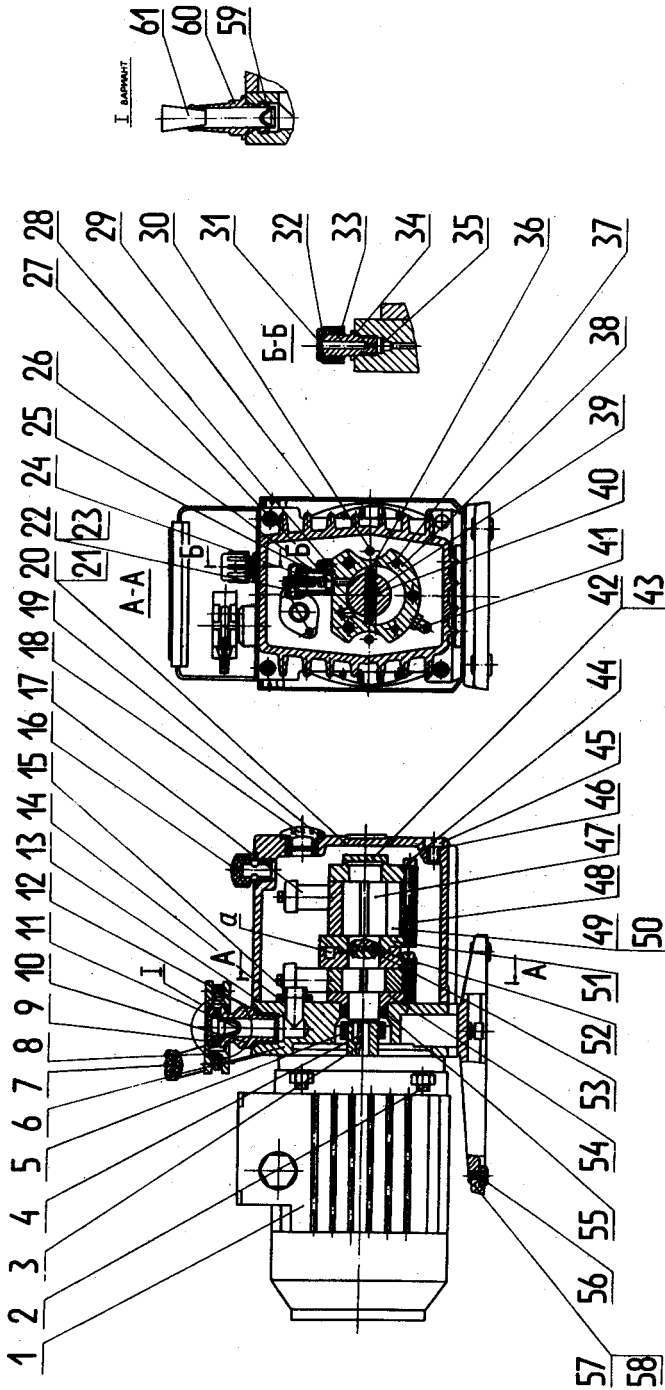

Рис. 2. Насос вакуумный пластинчато-роторный НВР-1,25Д.
4.3. Насос имеет блочную конструкцию (рис. 2) и крепится к стойке 6 двумя шпильками 30. С противоположной стороны к стойке крепится электродвигатель 1 с помощью четырех шпилек 2.
б) откройте через 15 — 20 минут работы насоса газобалластное устройство, отвернув пробку 31 (рис. 2) на 2 — 3 оборота, на период не менее 30 мин;
г) изношен уш- лотнитель га- зобалластного устройства	г) отверните пробку 31 (рис. 2) и замените уплотнитель
11.3. Произведите разборку насоса в следующей последовательности (см. рис. 2):